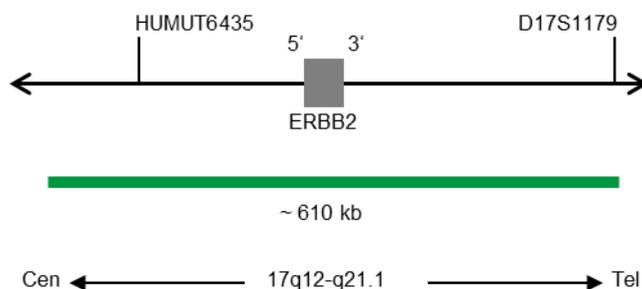

Fig. 1 : Carte de la sonde ERBB2 (pas à l'échelle)
- Polynucléotides marqués au ZyGreen (excitation 503 nm/émission 528 nm) (~10,0 ng/ μ l), qui ciblent des séquences cartographiées en 17q12-q21.1* (chr17:37,572,531-38,181,308) hébergeant la région du gène ERBB2 (voir figure 1).
- Polynucléotides marqués au ZyOrange (excitation 547 nm/émission 572 nm) (~1,0 ng/ μ l), qui ciblent des séquences cartographiées dans 17p11.1-q11.1 spécifiques de la région centromérique satellite alpha D17Z1 du chromosome 17 (voir figure 1).